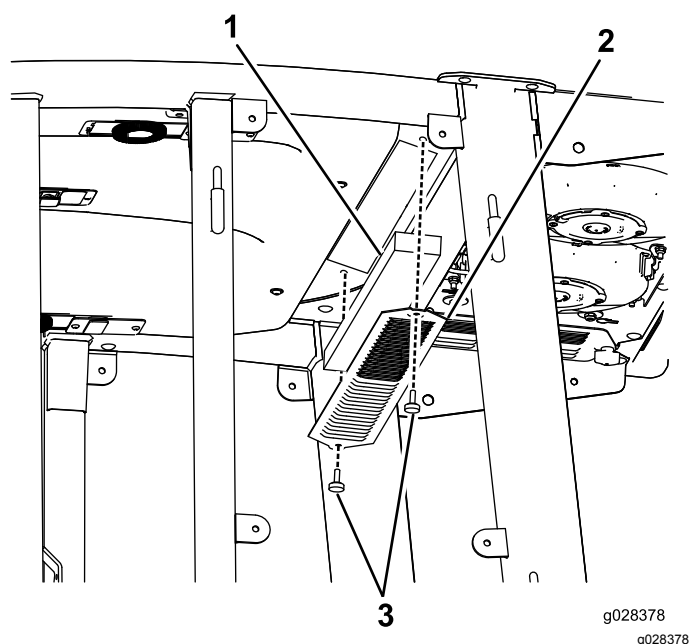

Figura 120
1. Remova os parafusos e as grelhas dos filtros de ar interior e traseiro da cabina (Figura 120).